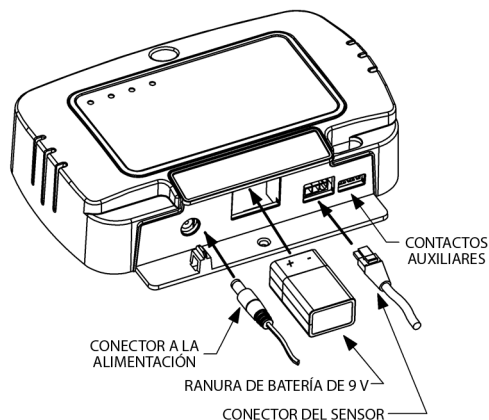

Figura 3
- 1) Conecte el adaptador de alimentación proporcionado a la alarma como se muestra en la **Figura 3**. Enchufe el adaptador de alimentación al receptáculo en la pared y verifique que el indicador verde de encendido ("power") se ilumine.
- 2) Instale la batería de 9 V como se muestra en la **Figura 3**.